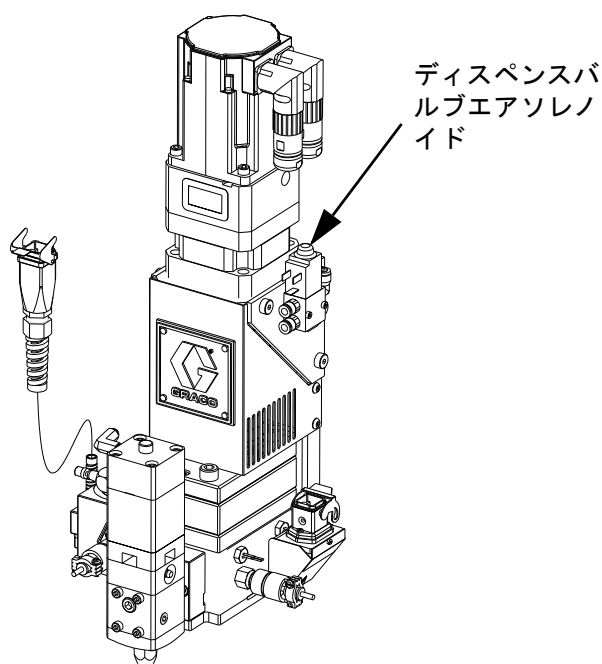

図 16: ディスペンスバルブエアソレノイド
8. ディスペンス装置を制御センターから作動させることができない場合は、図 16 を参照して、以下の手順を実行し、ディスペンスバルブを開いて液圧力を開放します。
- a. ソレノイドのプランジャを手動で作動させ、ディスペンスバルブを開いて液圧力を開放します。図 16 を参照してください。